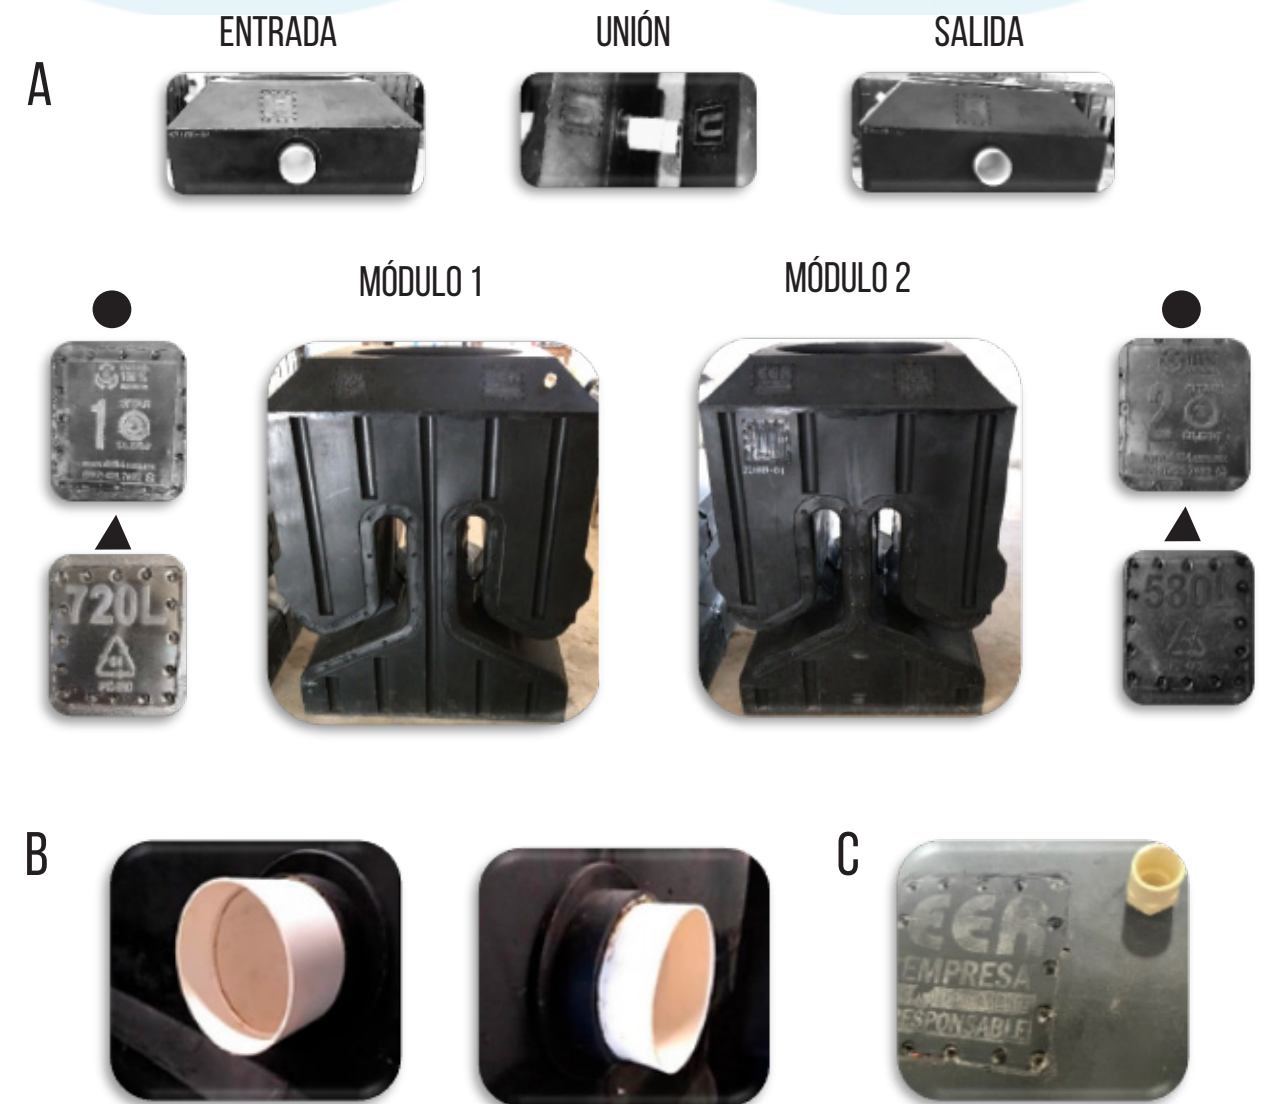

Figura 4. Partes importantes que componen y distinguen al SITAR DLD14®.
- La instalación (no incluida) para la salida de biogás, ubicada 15 cm por arriba del techo del bien inmobiliario el cual se conecta a un accesorio de CPVC de 3/4" (incluido con el producto, Figura 4 recuadro C) localizado en el segundo módulo del sistema. Se debe adicionar una capucha (no incluida) para la protección de la tubería de polvo, elementos externos y agua de la intemperie en la salida del respiradero (Figura 4 recuadro C).
Para situar de manera correcta los módulos dentro de la excavación tome de referencia las letras marcadas en la Figura 4 recuadro A, las cuales indican la forma en que deben ser unidos ambos módulos.
Recuerde que, una vez presentados los módulos y antes de iniciar con las conexiones de las tuberías de entrada, unión y salida (Figura 4 recuadro A), debe revisar con un nivel que el sistema se encuentre correctamente ubicado sobre la plantilla de nivelación (de 5cm de espesor). Dicha plantilla funge como elemento de estabilidad y protección para el equipo de rocas o irregularidades presentes en el suelo.
El módulo 1 y 2 cuentan con una saliente de PVC sanitario de 4" y 10 cm de longitud (Figura 4 recuadro B), las cuales se deben unir mediante el uso de un cople (no incluido).